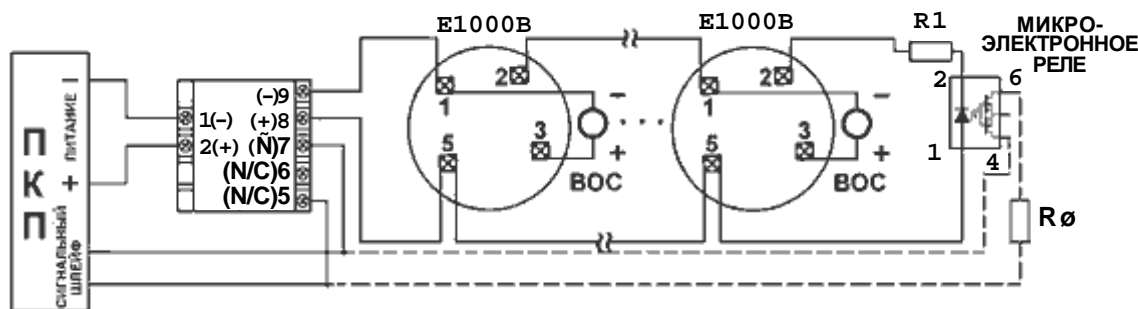

Рис. 1. Схема подключения УС к ПКП и к базам E1000B с извещателями серии ECO1000.
Устройства согласования M424RL, M412RL и M412NL предназначены для подключения пожарных извещателей серий 100/400, ECO1000 и ПРОФИ производства System Sensor к ПКП с 4-х проводной схемой включения. УС обеспечивает питание подключенных пожарных извещателей и контроль их тока потребления. Переход одного или нескольких извещателей в режим «Пожар» сопровождается увеличением тока потребления, что вызывает переключение контактов реле УС и включение красного светодиода, расположенного на передней панели. Сброс режима «Пожар» УС M424RL, M412RL производится отключением от шлейфа активизированного пожарного извещателя, либо снятием напряжения питания с УС. Устройство M412NL в режиме «Пожар» примерно через пять секунд отключает питание извещателей на 1,5 сек. Данная функция обеспечивает автоматический выход из режима «Пожар» после устранения причины, вызвавшей активизацию извещателя. УС снабжены приспособлениями, позволяющими легко устанавливать их на различные поверхности. Максимально допустимый ток шлейфа УС в дежурном режиме - 6 мА - позволяет подключить до 40 извещателей серии ECO1000, ПРОФИ или 1151E, 2151E, 5451E. (Извещатель 5451E имеет рабочее напряжение питания от 15 до 35 В и может подключаться только к УС типа M424RL). Для обеспечения контроля исправности двухпроводного шлейфа в качестве его оконечного элемента рекомендуется использовать микроэлектронное реле, например, типа PVT312 (International Rectifier) или 5П14Б с токоограничивающим резистором R1 6,8 кОм ±5% для M412RL и M412NL и 15 кОм ±5% для M424RL (рис. 1, 2). При обрыве шлейфа и при отсутствии питания микроэлектронное реле отключает оконечный элемент Rш сигнального шлейфа и на ПКП поступает сигнал «Неисправность». Изделие собрано на печатной плате, установленной в пластмассовый корпус, с двух сторон которого расположены винтовые контакты с универсальными шлицами для подключения проводников. Металлическая монтажная пластина с крепежными отверстиями закрывается декоративной крышкой.
1. Подключите УС к базам извещателей (рис. 1, 2).